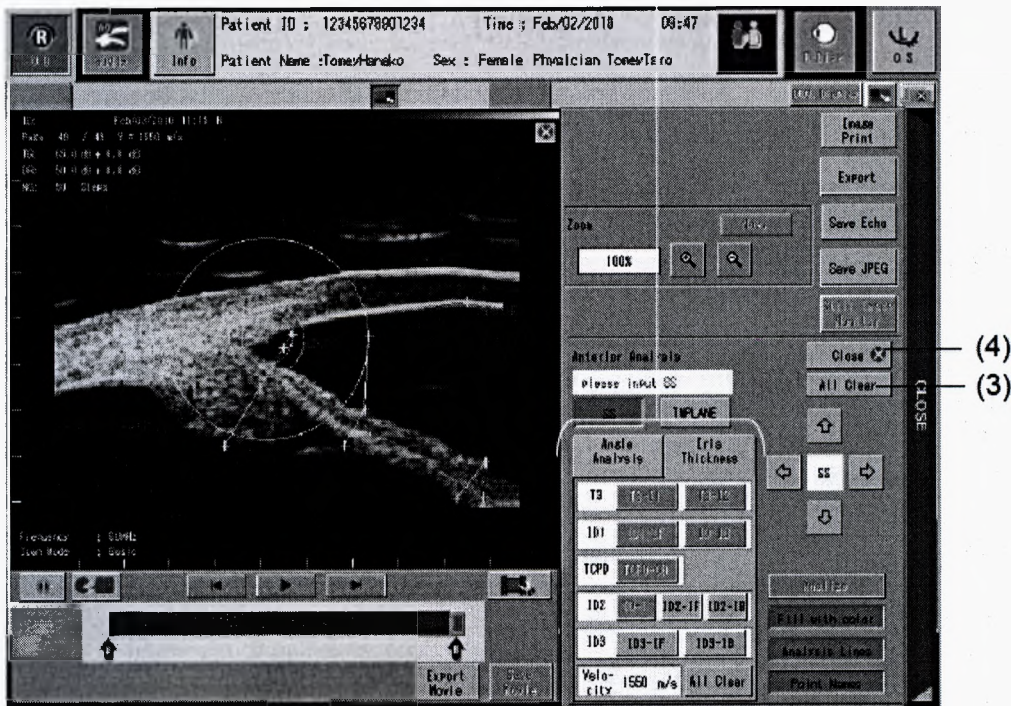

Рис. 2
- 1) Откройте инструмент анализа “Anterior Analysis” (Рис. 2) коснувшись кнопки “Anterior Analysis” (1) в окне меню FREEZE.
- 2) Выберите закладку (2), чтобы получить доступ к “angle analysis” (анализ угла) или “Iris thickness” (толщина радужки).
- 3) Кнопка “All Clear” (3) удаляет все точки и результаты для Анализа Угла и Толщины Радужки.